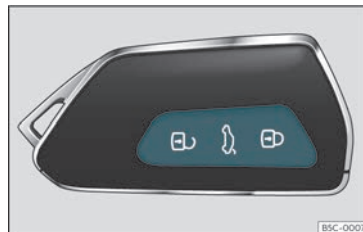

Fig. 74 Chave com comando à distância: botões.
- Trancar: pressione o botão »» Fig. 74.